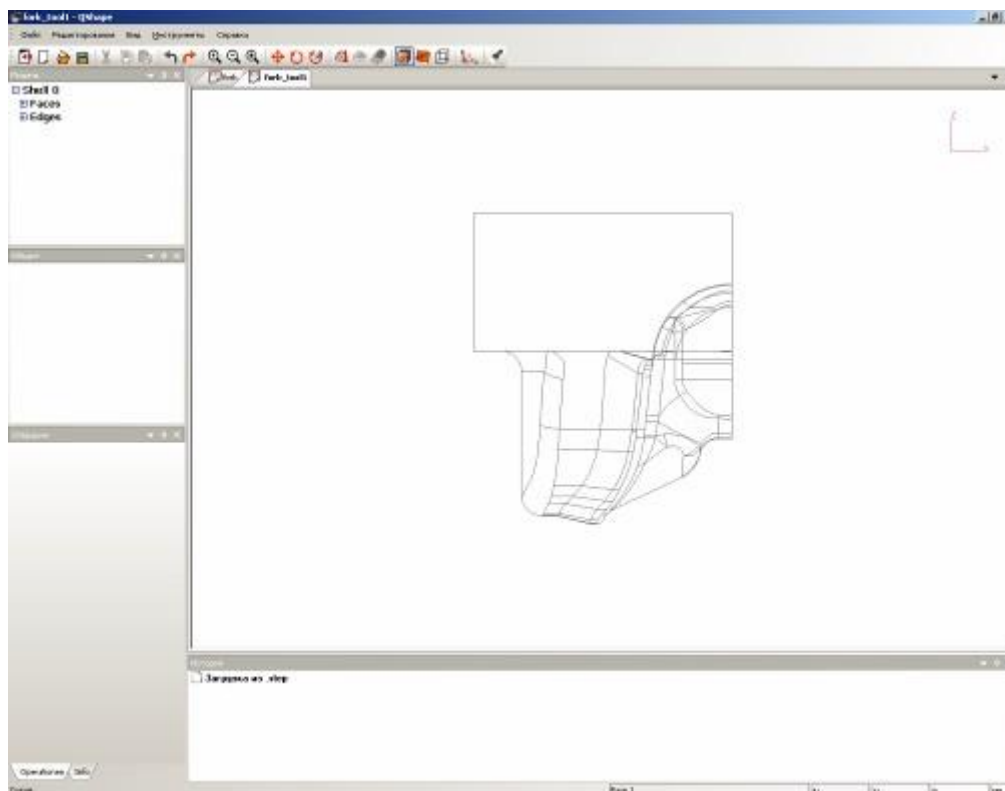

Рисунок 2 – Общий вид окна программы QShape с открытым файлом «fork\_tool1.stp»
1) Запустите QShape и откройте файл fork\_tool1.stp (рисунок 2).